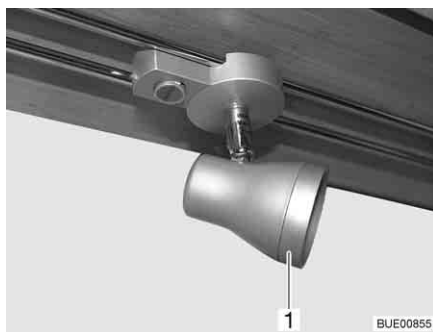

Bild 301 Halogenspotlight (förskjutningsbar)
- Vrid den yttre ringen (Bild 301,1) moturs tills den lossnar från kåpan.